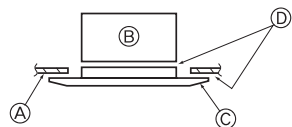

Fig. 5-7
5.3.3. Στερέωση της περσίδας (Fig. 5-7)